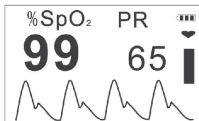

Figura 9A Schermata di default
5. Il pulsossimetro avvia la misurazione automaticamente entro due secondi. Sul display compare la schermata di default (Figura 9A). Il display visualizza i valori e il tracciato.
- La misurazione, e con essa la registrazione dei dati (valori della SpO₂ e delle pulsazioni) inizia automaticamente quando s’inserisce il dito nella sonda. Il display visualizza quanto mostrato nella Figura 9A.